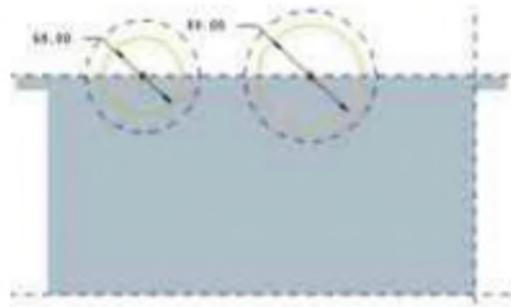

图 1-26
3) 绘制如图 1-26 所示的草绘截面，单击“草绘器”工具栏中的按钮退出草绘模式。